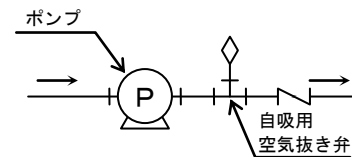

図 5
- (b) 吐出し側に逆止め弁がある場合、図 5 のように逆止め弁のすぐ下に空気抜き弁（以下、自吸用空気抜き弁）を取り付けてください。自吸用空気抜き弁は自吸運転中、吸込配管の空気を排出するためのものです。自吸用空気抜き弁の末端は、自吸完了時、勢いよく油が出ますので小配管を設け油源へ戻してください。